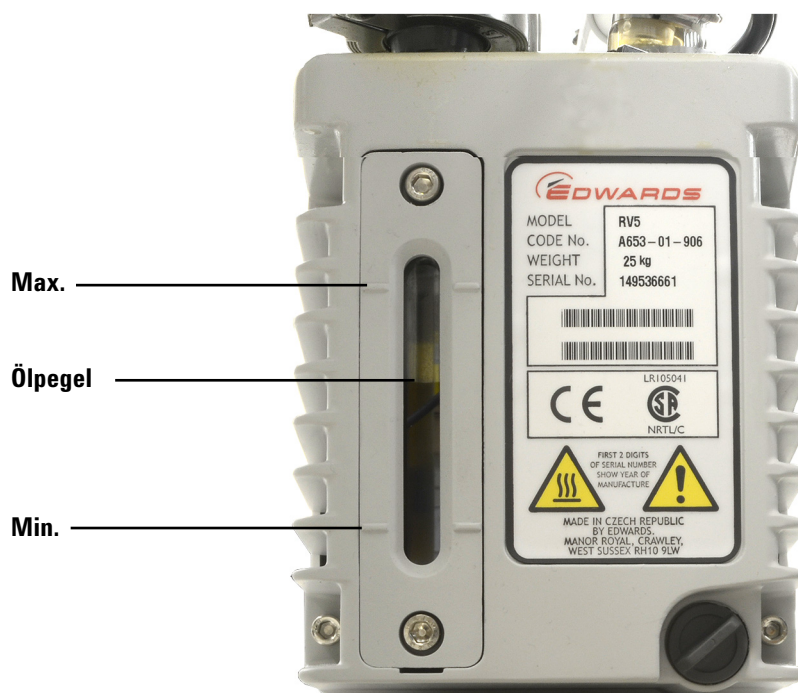

Abb. 12 Prüfen des Ölpegels
- 4 Fügen Sie neues Pumpenöl ein, doch überschreiten Sie nicht die Maximummarke neben dem Ölpegelfenster. Siehe Abbildung 12 auf Seite 77.
- 6 Fügen Sie neues Pumpenöl ein, doch überschreiten Sie nicht die Maximummarke neben dem Ölpegelfenster. Siehe Abbildung 12 auf Seite 77.